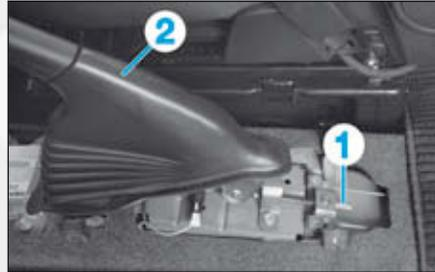

FIG.20
- Détendre le frein de stationnement avec l'écrou (1) (Fig.20).
- Placer le levier (2) de frein de stationnement au 5^e cran.
- Serrer l'écrou de réglage (1) jusqu'à ce que les roues arrière soient freinées.